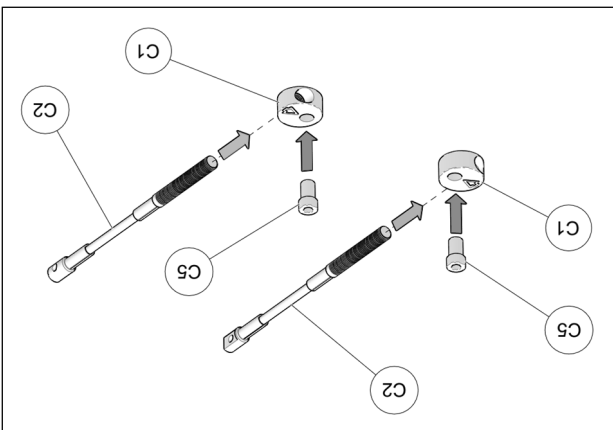

Fig. 15
10. Assembler les câbles des limiteurs de conduite (C2), les extrémités en aluminium (C1) et les bagues espacateurs (C5) tel que montré à la Fig. 15